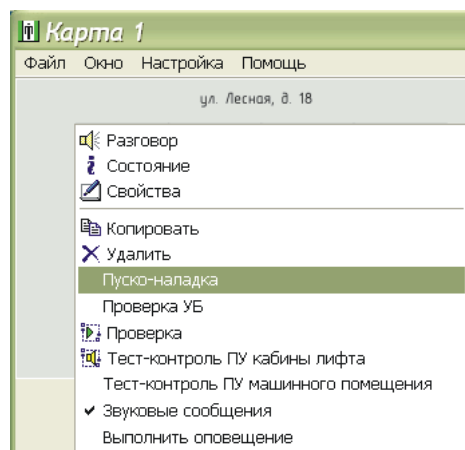

Рисунок 83
4) В контекстном меню блока БДК-Л-4М2, БДК-Л-3М2 выбрать пункт «Пуско-наладка» (рисунок 83).